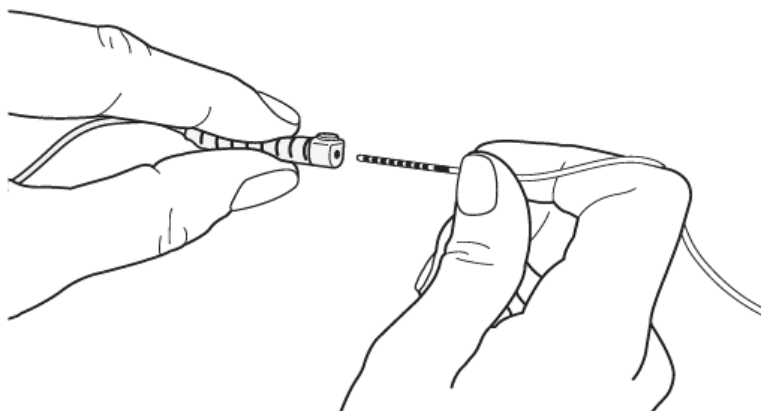

Рисунок 25. Перед введением возьмите электрод для ГСГМ и разъем удлинителя электродов по центру.
2. Возьмите электрод для ГСГМ рядом с удерживающей муфтой. Возьмите удлинитель по центру разъема удлинителя (рисунок 25).